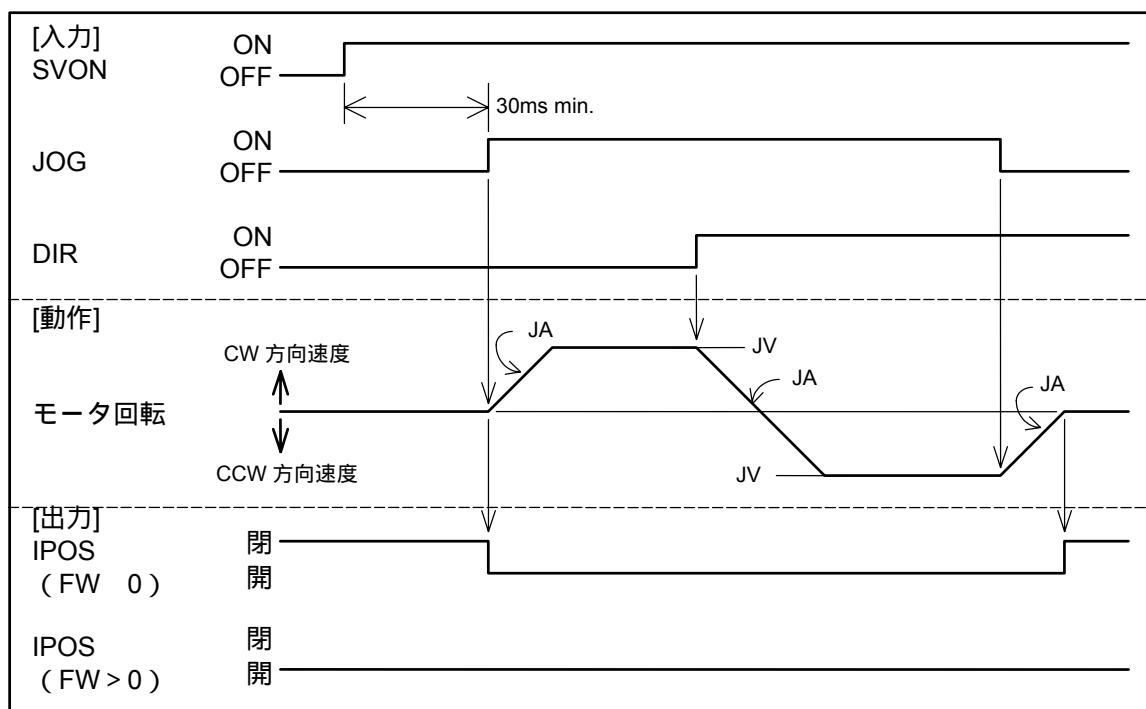

図 6-22 : ジョグ運転タイミング (ブレーキシーケンス無効:BF0 の場合)
- DC 命令のデータと回転速度の関係は図 6-22 のとおりです。